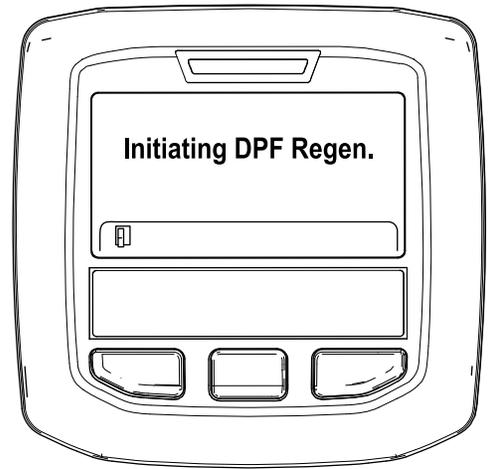

Bild 38
- A. Die Meldung „Initiating DPF Regen.“ wird angezeigt (Bild 38).